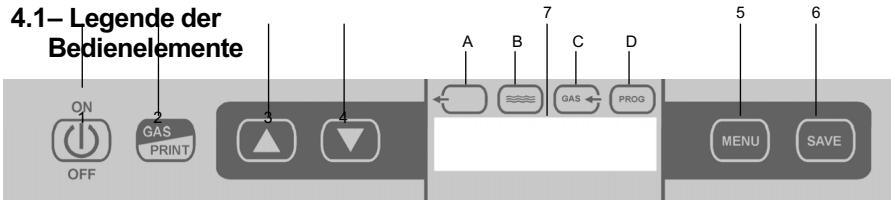

Fig. 4.1.1
4. Schalten Sie das Bedienfeld, indem Sie die Taste Nr. 1 (siehe Abb. 4.1.1).
Wenn das Bedienfeld eingeschaltet ist, schalten Sie es aus, bevor Sie die folgenden Vorgänge durchführen. Drücken Sie dazu die Taste Pos. 1 in Abb. 4.1.1.
Halten Sie die Taste 1 (Abb. 4.1.1) mindestens 5 Sekunden gedrückt. Auf dem Display erscheint die Anzeige „Language“. Drücken Sie die Taste 5 (Abb. 4.1.1) und wählen Sie „Setting PROG. A“. Verwenden Sie die Tasten 3 und 4 (Abb. 4.1.1), um den Enddruck einzustellen, den Sie in der Kammer erreichen möchten.
Bestätigen Sie die Auswahl mit der Taste 1 (Abb. 4.1.1).
Halten Sie die Taste 2 (Abb. 4.1.1) für 3 Sekunden gedrückt, um den Thermodrucker zu aktivieren. Nach jedem abgeschlossenen Arbeitszyklus druckt das Gerät automatisch ein Etikett. Durch Drücken der Taste SAVE (Taste 6, Abb. 4.1.1) können Sie das zuletzt gedruckte Etikett erneut drucken. Zum Deaktivieren des Druckers halten Sie die Taste 2 erneut für 3 Sekunden gedrückt.
Halten Sie die Taste 1 (Abb. 4.1.1) mindestens 5 Sekunden gedrückt.
Drücken Sie die Taste 5 (Abb. 4.1.1) und wählen Sie „date“.
Durch Drücken der Tasten 3 und 4 (Abb. 4.1.1) kann das Datum eingestellt werden.
Bestätigen Sie durch Drücken der Taste 1 (Abb. 4.1.1).
Drücken Sie die Taste 5 (Abb. 4.1.1) und wählen Sie „time“.
Durch Drücken der Tasten 3 und 4 (Abb. 4.1.1) kann die Uhrzeit eingestellt werden.
Wählen Sie mit den Tasten 3 und 4 (Abb. 4.1.1) die gewünschte Sprache aus.